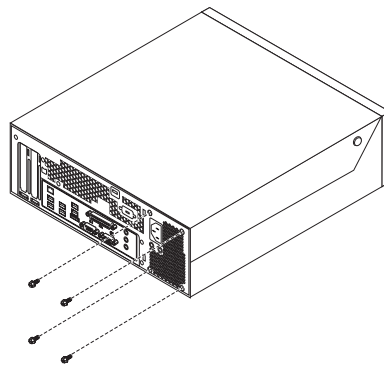

図 17. 電源機構を固定するねじ
1. 電源機構を固定しているシャーシの後部の 4 つのねじを取り外します。図 17を参照してください。